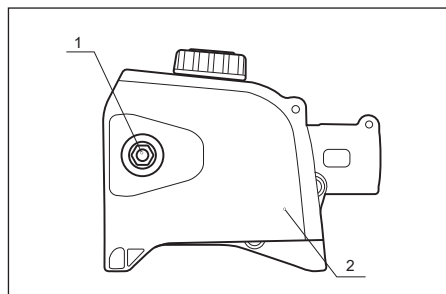

Рис. 17
1. Используя инструмент из комплекта поставки, открутите гайку 1 (рис. 17) и снимите защитную крышку 2 (рис. 17).
5. Установите обратно защитную крышку 2 (рис. 17), затяните гайку 1 (рис. 17) и проверьте надежность соединения.